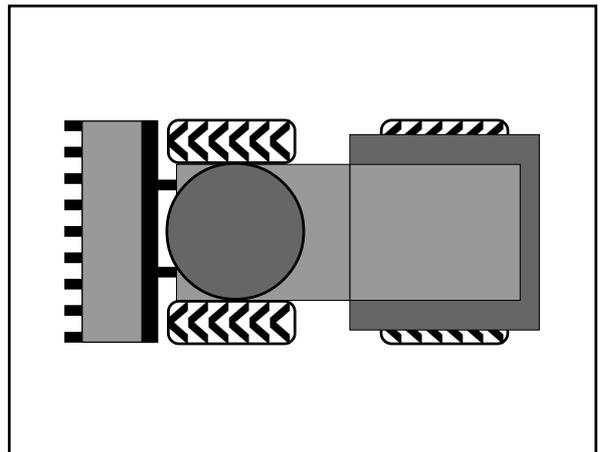

Bild 4-4
- Alle vier Räder müssen gleich groß sein und die gleiche PR-Zahl haben (Ply-Rating-Zahl = Anzahl der Gewebelagen). Laufrichtung, falls vorhanden, siehe Bild 4-4.